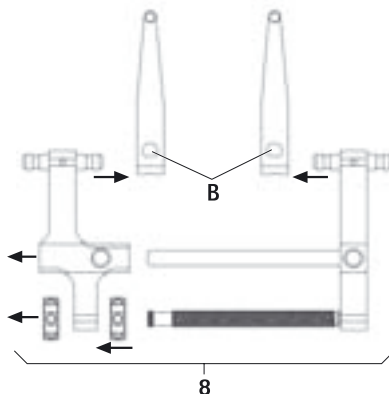

Fig. 4
- Desmontar o distractor 8 juntamente com as lâminas de distração, ver Fig. 4: accionar a corrediça **B** e remover a lâmina de distração FW239R.